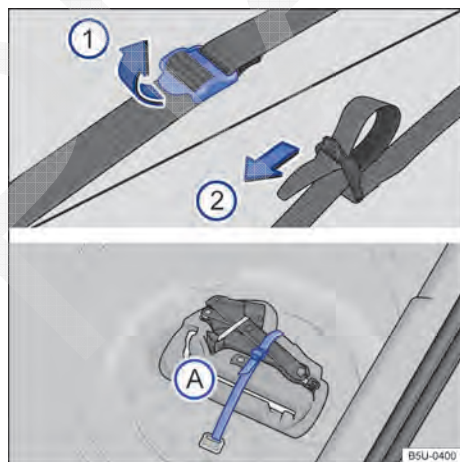

Fig. 125 No compartimento de bagagem: cinto de fixação da caixa de ferramentas e caixa de ferramentas de bordo.
Para soltar a cinto de fixação → Fig. 125 (A), puxar a fivela no sentido da seta ①.